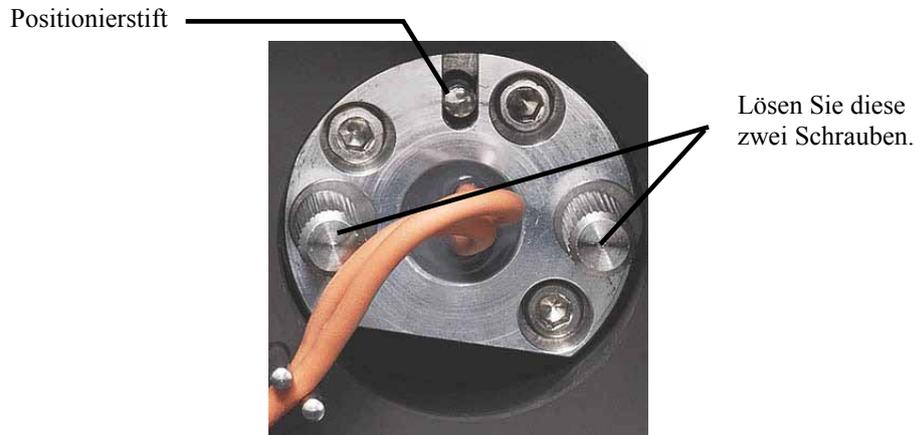

Abb. 36: Befestigungsschrauben
5. Lösen Sie die beiden Befestigungsschrauben der Lampe (→ Abb. 36) und ziehen Sie die Lampe heraus.
6. Richten Sie die (neue) Lampe am Positionierstift (→ Abb. 36) aus. Schieben Sie die Lampe vorsichtig in das Lampengehäuse hinein. Achten Sie darauf, dass die Lampe dabei nicht verkantet und der Flansch der Lampe plan auf dem Lampengehäuse aufliegt. Ziehen Sie die Befestigungsschrauben an.